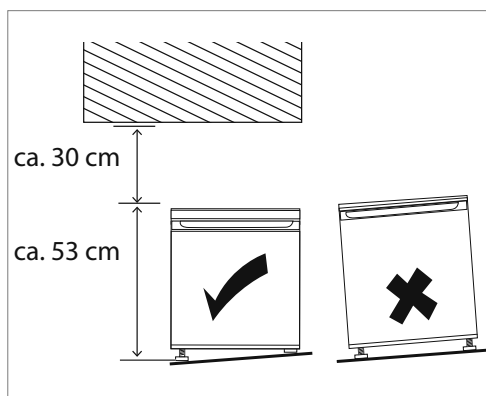

Fig. 1
Pour pouvoir ouvrir complètement la porte du congélateur (2), respectez les dimensions indiquées ci-dessous pour la pièce d'installation (voir **fig. 1** et **2**).